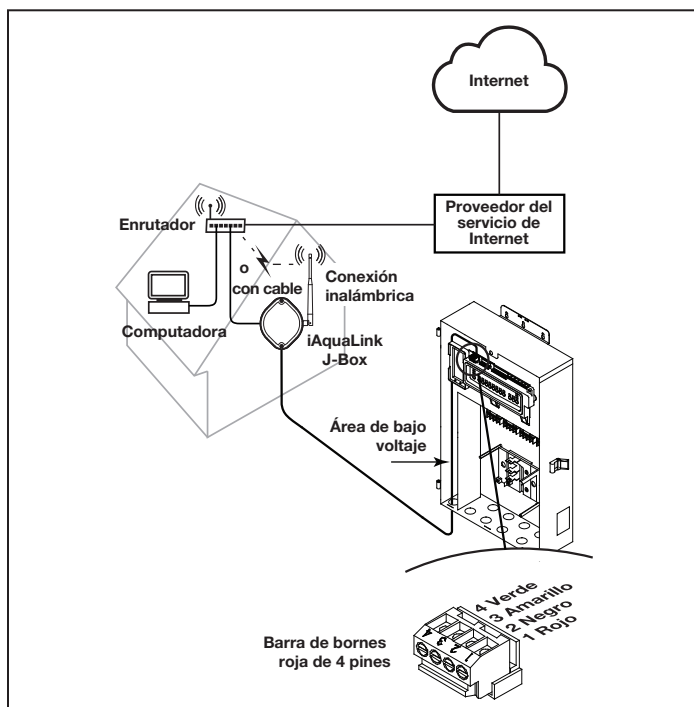

Figura 31. Instalación en interiores de iAquaLink J-Box
2. Monte iAquaLink J-Box a al menos seis (6) ft (1,8 m) por arriba del nivel del piso, a al menos diez (10) ft (3 m) desde cualquier motor o soplador de aire que pudiera estar cerca y a al menos cinco (5) ft (1,5 m) de distancia de otras cajas de conexiones de transceptores. Consulte la Figura 31.